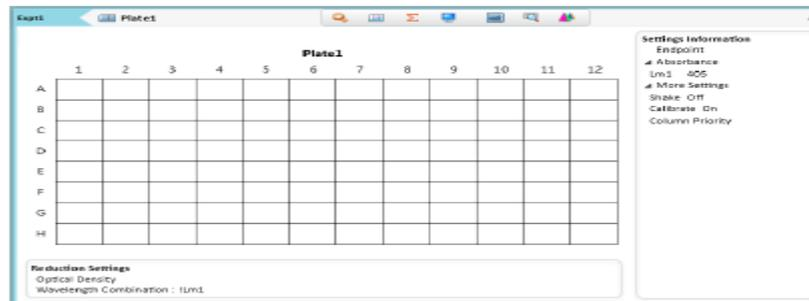

Figure 2. Plate1 window
7. Protocol은 Plate1 화면에서 setting을 하게 됩니다 (Fig. 2).